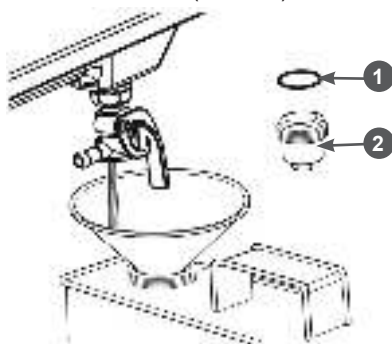

Рис. 23 Слив топлива с топливного бака
- откройте стакан 2 отстойника (Рис. 23);
- откройте топливный кран и слейте топливо в приготовленную для этого ёмкость (Рис. 23);
- установите на место стакан отстойника. Перед установкой убедитесь в том, что уплотнительное кольцо 1 находится на месте и не повреждено (Рис. 23).